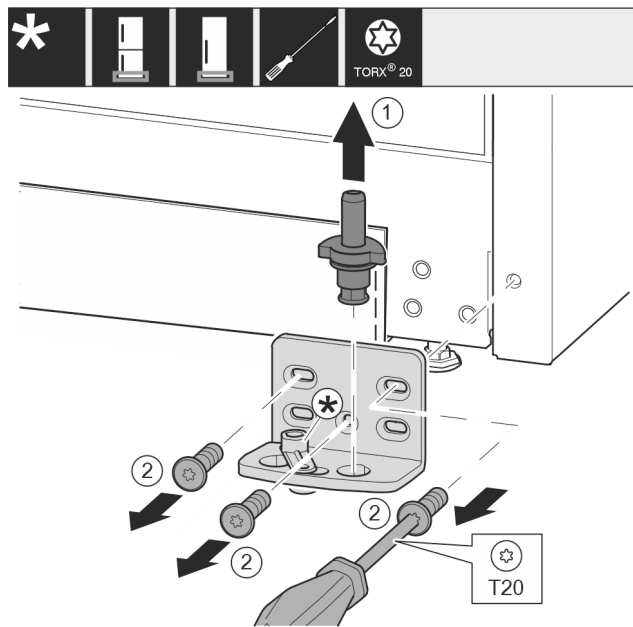

Fig. 22
- ▶ Lagerbouten compleet vanaf de bovenkant eruit trekken. Fig. 22 (1)
- ▶ Schroeven met schroevendraaier T20 eruit draaien en de lagerbus eraf halen. Fig. 22 (2)